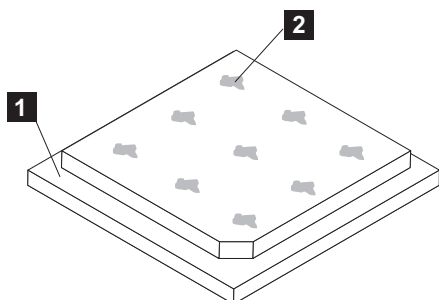

図 313. SAN ボリューム・コントローラー 2145-CG8 または 2145-CF8 マイクロプロセッサへの熱伝導グリースの塗布
- e. 熱伝導グリース用の注射器を使用して、411 ページの図 313 に示すように、マイクロプロセッサの上部に等間隔で 9 カ所に 0.02 mL ずつのグリースを点状に置きます。グリースを均等に分布するには、最外部の点をマイクロプロセッサの端から約 5 mm 以内に置く必要があります。